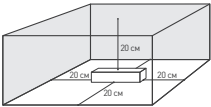

Рис. 2. Свободное пространство вокруг источника
- 4.2. Для естественной вентиляции обеспечить свободное пространство вокруг источника питания не менее 20 см, как изображено на рис. 2. При невозможности обеспечить свободное пространство используйте принудительную вентиляцию.